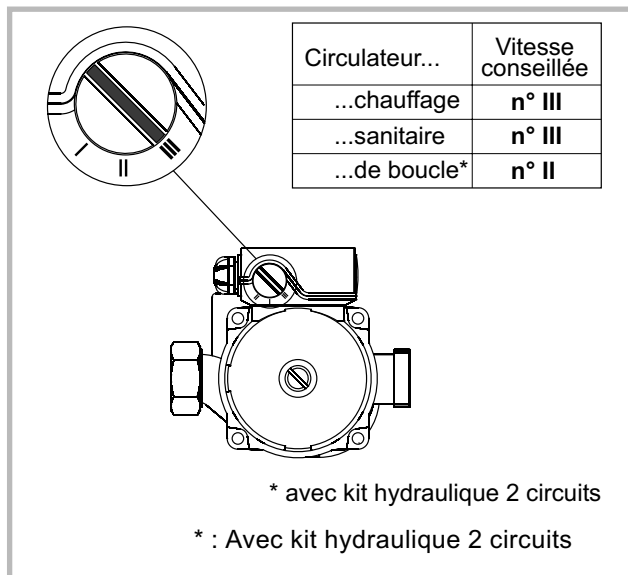

Figure 29 - Vitesse de circulation conseillée
- Vérifier la vitesse des circulateurs (fig. 29).